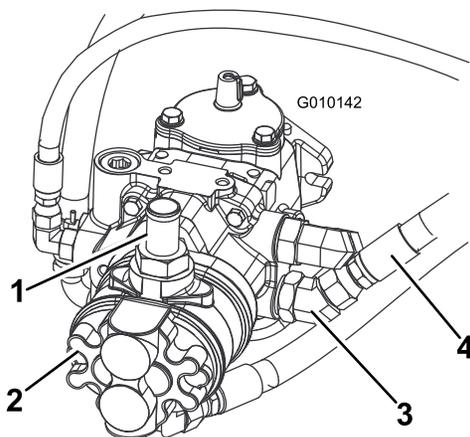
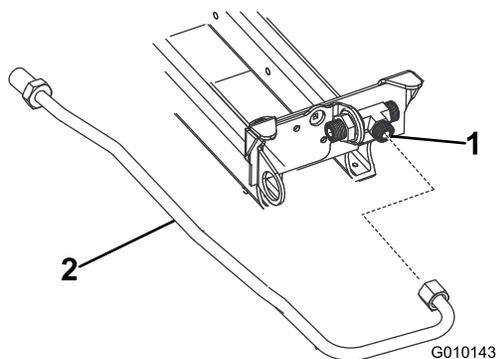

Figura 4
Figura 5
- Drene todo o óleo hidráulico do reservatório removendo o tubo superior da bomba (Figura 4). Volte a ligar o tubo depois de instalar o tubo hidráulico duro.
6. Retire e elimine o tubo preso ao encaixe de 45 graus na porta inferior da bomba e ao encaixe em T sob a base do banco (Figura 4 e Figura 5).
7. Instale o tubo hidráulico duro no encaixe em T sob a base do banco. Posicione o tubo como se mostra em Figura 5.